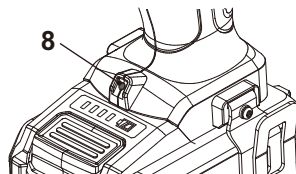

Fig. 8
A luz de trabalho (8) acender-se-á automaticamente sempre que pressione o interruptor de ligado/desligado (5). Fig. 8